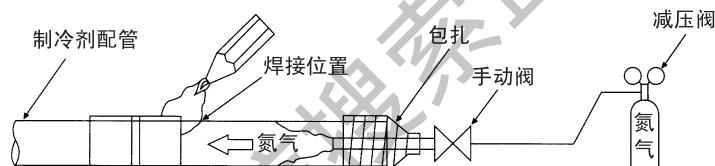

图12
- 如果在焊接时再充入氮气, 则应使用减压阀将氮气的压力控制在 0.02MPa (0.2kgf/cm2)。(参见图 12)